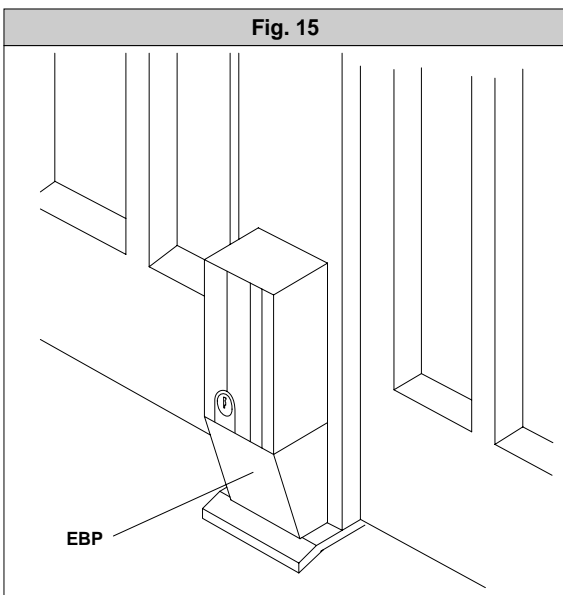

Fig. 16
**Atención!** Para la conexión a la red, hay que utilizar cable multipolar de sección mínima 3x1.5mm2 y del tipo previsto por las normas antes citadas (a título de ejemplo, el cable puede ser del tipo H07RN-F con sección 3x1.5mm2). Las conexiones de los dispositivos de mando y de seguridad deben realizarse de conformidad con las normas para las instalaciones antes citadas. En la fig.16 se indica el número de conexiones y la sección en caso de cables de alimentación de hasta 100 metros de longitud; en caso de longitudes superiores, hay que calcular la sección para la carga real del automatismo. Cuando las longitudes de las conexiones auxiliares superan los 50 metros o pasan por zonas críticas a causa de las interferencias, es aconsejable desacoplar los dispositivos de mando y de seguridad con relés adecuados.
#### 8.1) Componentes principales de un automatismo (Fig.16):